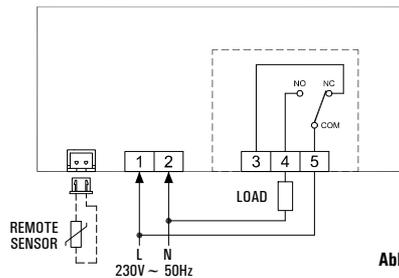

Abb. 5
- 4 Die elektrischen Anschlüsse gemäß Schaltplänen in Abb. 5 und 6 durchführen.
Der Ausgang, Klemmen 3, 4 und 5, ist frei von Spannung und mit doppelter Isolierung gegenüber dem Rest des Thermostaten isoliert. Es ist daher möglich, den Hochspannungsthermostat (~ 230 V) zu versorgen und gleichzeitig eine Niederspannungs-Last SELV (~ 24 V) zu steuern, wie ersichtlich in Abb. 5 und 6.